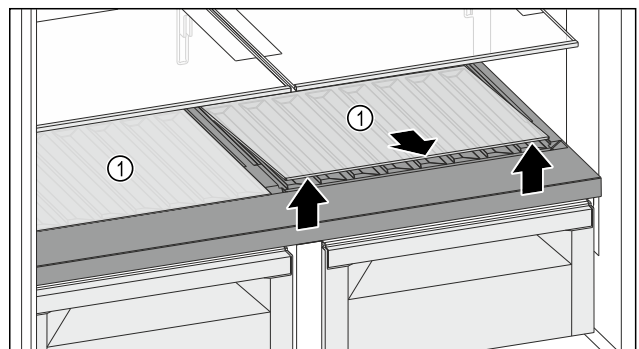

Fig. 121
- ▶ Eine Glasplatte oder beide Glasplatten Fig. 121 (1) an der Aussparung vorne anheben und herausnehmen.
- ▶ Glasplatte(n) Fig. 121 (1) außerhalb des Geräts sicher aufbewahren.